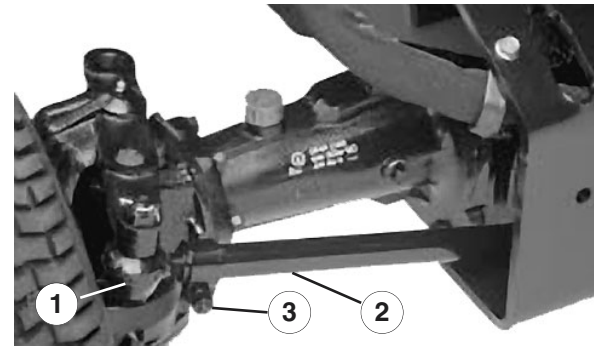

Figure 44
2. Déposez la goupille fendue et l'écrou de fixation d'une des rotules de biellette au support de montage sur le pont et dissociez la rotule du pont (Fig. 44).
3. Desserrez la vis sur la fixation de la biellette (Fig. 44). Tournez la rotule dans un sens ou dans l'autre pour modifier la longueur de la biellette.